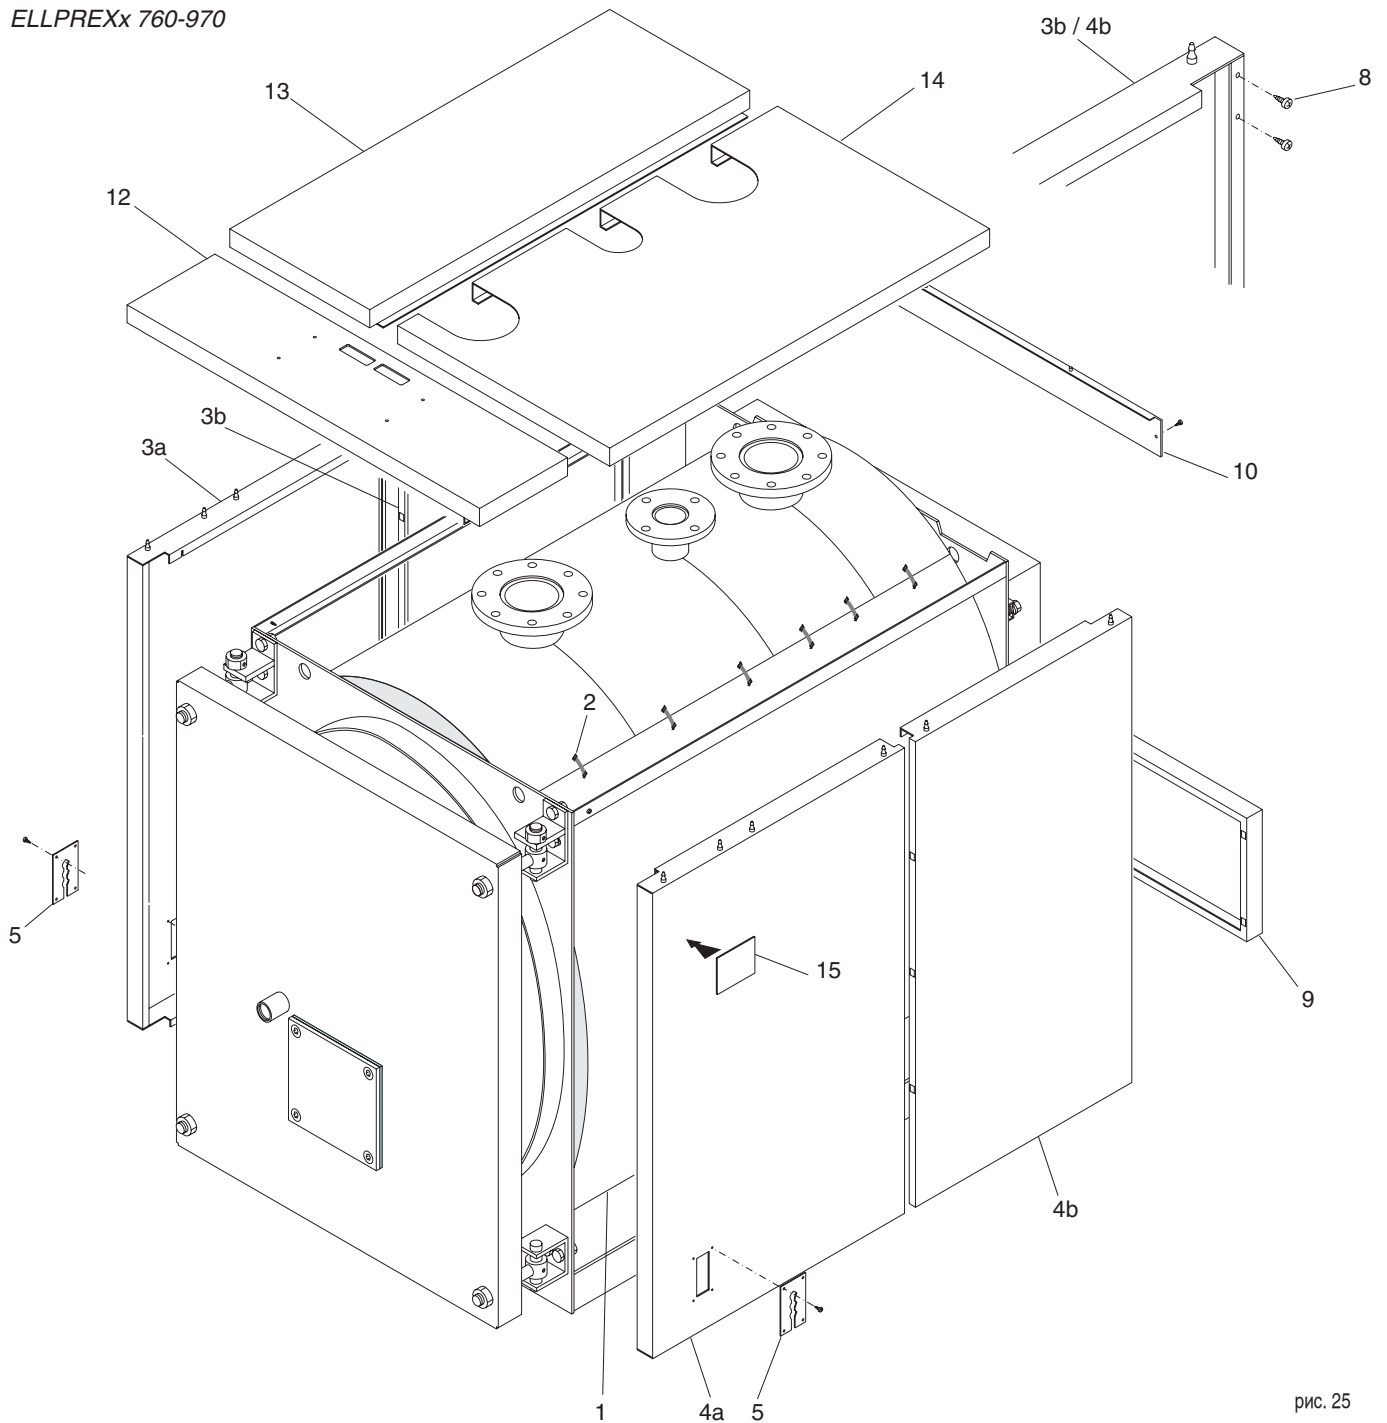

рис. 25
N.B. Для модели **ELLx 630** (см. рис. 23) и для моделей от **ELLx 760 до ELLx 2200** (см. рис. 25 и 26), обшивка и изоляция находятся в трех упаковках маркированных:
Последовательность монтажа (см. рис. 25)